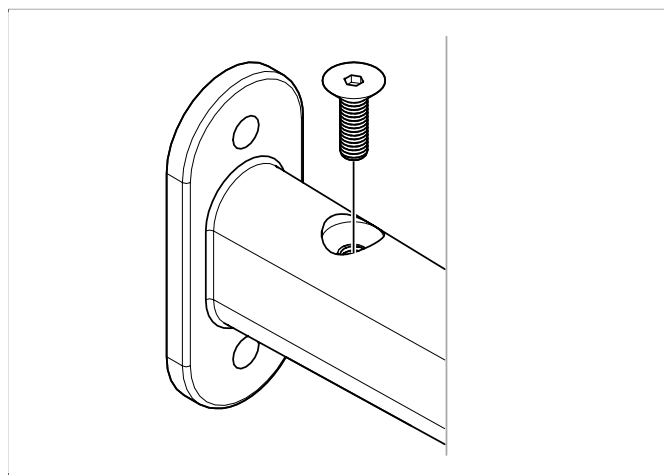

Рисунок 17: Крепёжный винт
18. Используйте крепёжный винт, чтобы предотвратить возможность падения устройства со стены (см. **Рисунок 17**, страница 6).